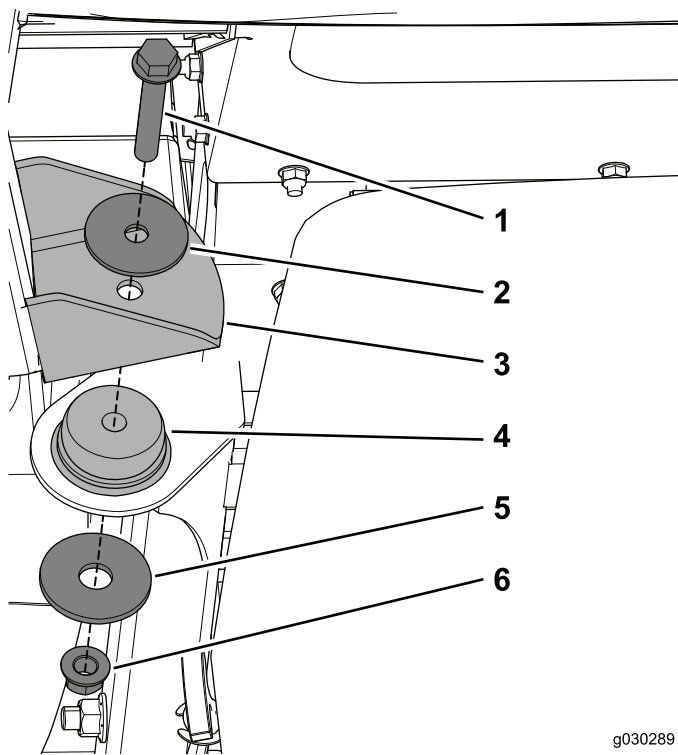

Figura 19
5. Utilize um parafuso (½ pol. x 3 pol.), uma anilha de encosto, uma anilha grande e a porca de bloqueio para prender a cabina às montagens posteriores na máquina (Figura 19).